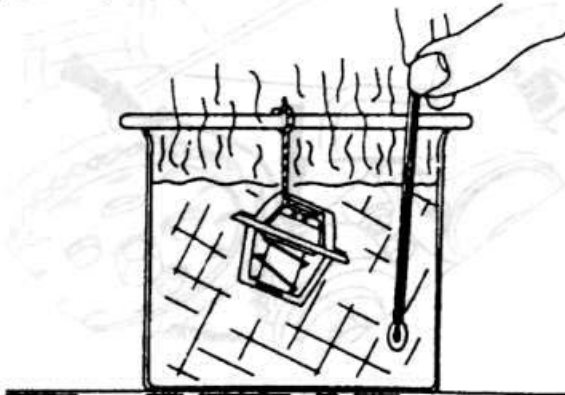

Рис. 2.96
- ♦ При температуре 98°-102° С термостат должен быть открыт полностью (рис. 2.96).